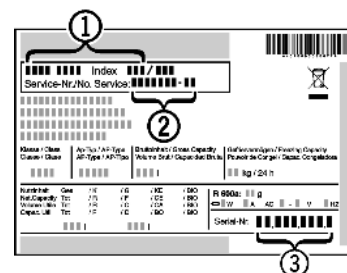

Fig. 10
- ▶ Назва пристрою *Fig. 10 (1)*, сервісний номер *Fig. 10 (2)* та серійний номер *Fig. 10 (3)* вказані на табличці типів. Табличка типів знаходиться всередині пристрою, зліва.
- ▶ Повідомте сервісну службу про характер неполадки, назву пристрою *Fig. 10 (1)*, сервісний номер *Fig. 10 (2)* та серійний номер *Fig. 10 (3)*.